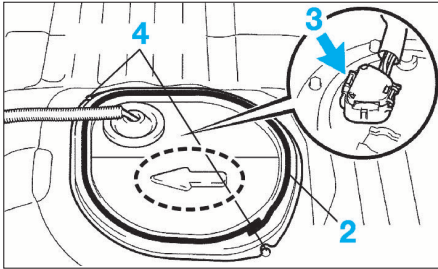

FIG. 55
- mettre un nouveau ruban adhésif en butyl (2) sur le couvercle de visite (fig. 55).